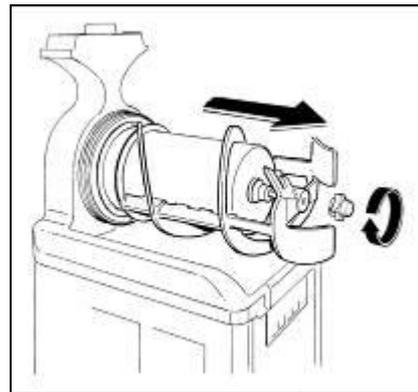

Fig. 9
- **D**évisser le pommeau de fixation dans le sens de la flèche (filetage gauche) et procéder à l'extraction du groupe de mélange et des joints d'étanchéité (fig.9).